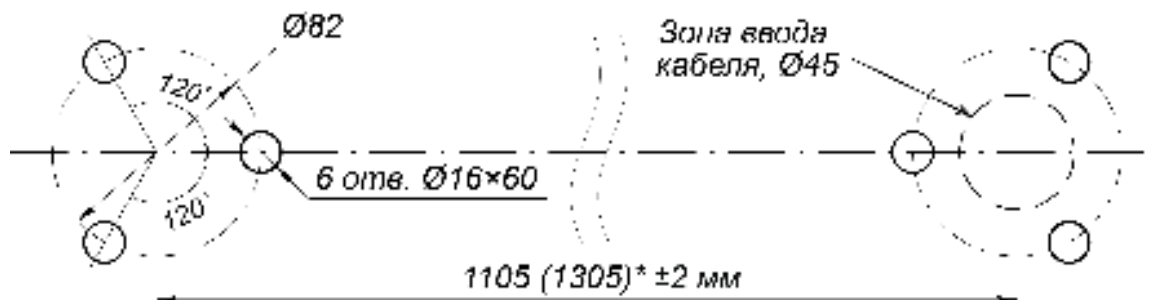

Рисунок 18. Расположение отверстий под анкерные болты во фланцах стоек поворотной секции ограждения с электромагнитным УБ
2. Разметьте и просверлите отверстия на установочной поверхности под анкера PFG IH 10 «SORMAT» в соответствии со схемой разметки (см. рис. 18). Сначала размечаются центры установки стоек секции ограждения, затем от них размечаются точки крепления стоек, допускается использование в качестве шаблона непосредственно самих фланцев стоек.
3. Подготовьте в полу кабельный канал для проводов цепи питания и управления (зона ввода кабеля – см. рис. 18) и протяните кабели к месту установки.